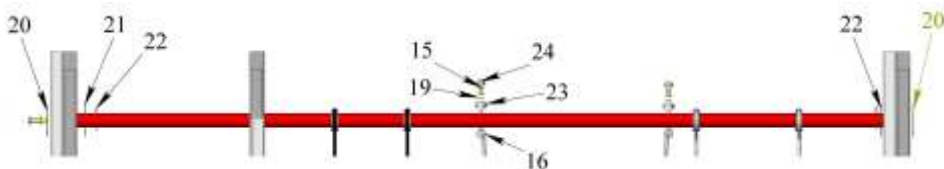

Рисунок 2
6.4.2. На поперечину поз.4 установить катушки поз.9 (Рис.2).
6.4.3. В отверстия на поперечине поз.4 вставить шпильки поз.22 и отогнуть выступившие усики шпилек. Вставить шайбы поз.21 до соприкосновения со шпильками (Рис.2).